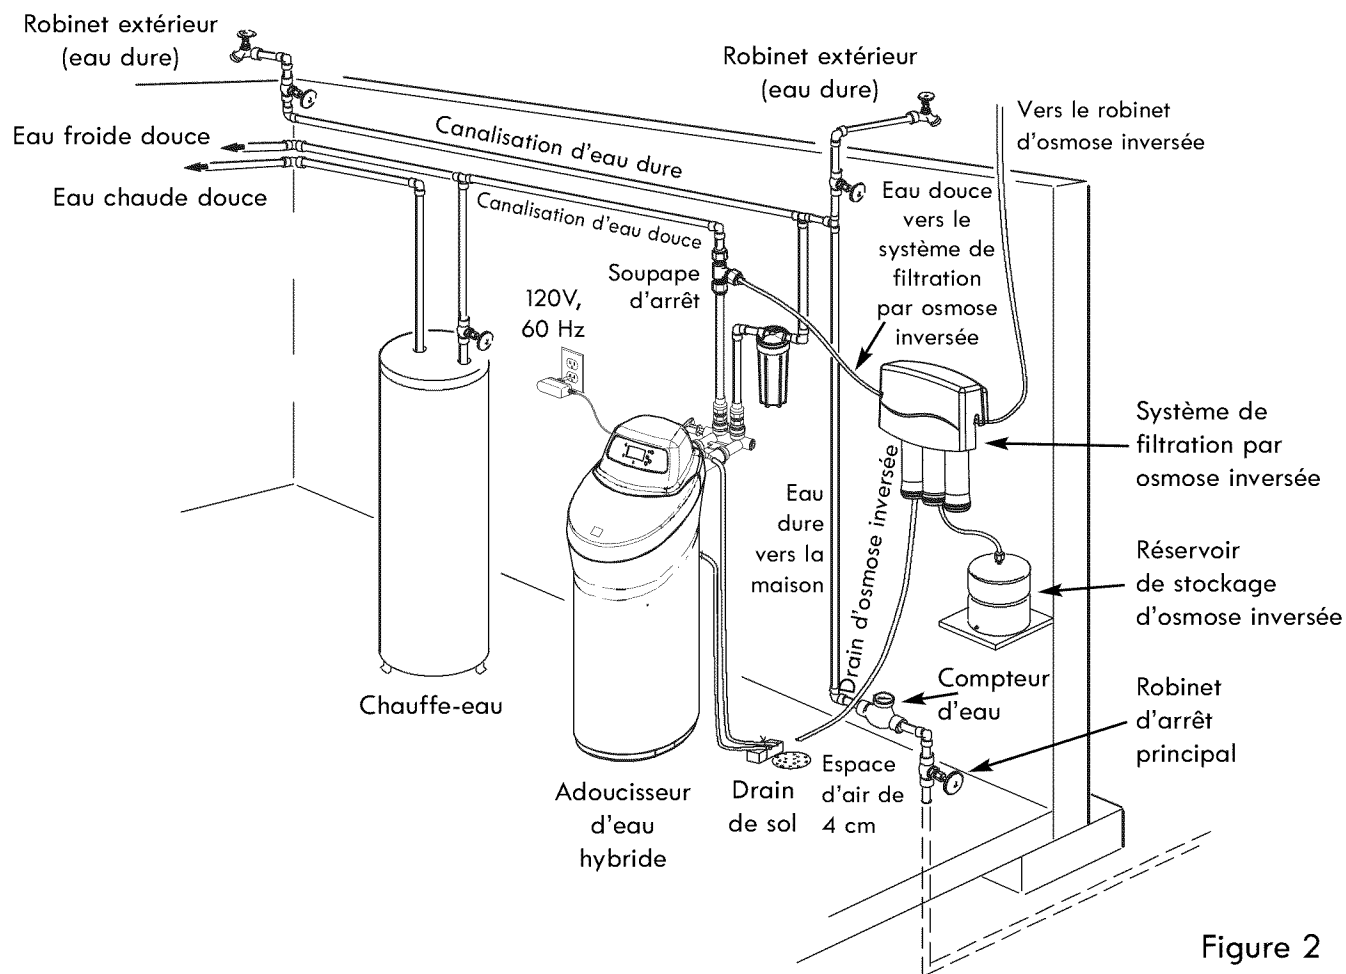

Figure 2
2. Placez-le le plus près possible d'un drain comme un drain de sol, une cuve à lessive, un puisard ou un conduit vertical (voir la figure 2).
4. Alimentez les robinets extérieurs avec de l'eau dure pour économiser l'eau traitée et le sel. Voir la figure 2.
7. Une prise de courant de 120V, 60 Hz doit se trouver près de l'adoucisseur pour brancher le bloc d'alimentation électrique (voir figure 2). Assurez-vous que la prise et le bloc d'alimentation électrique sont situés à l'intérieur et protégés des intempéries. Utilisez une prise de courant continuellement sous tension qu'aucun interrupteur ne peut éteindre accidentellement.